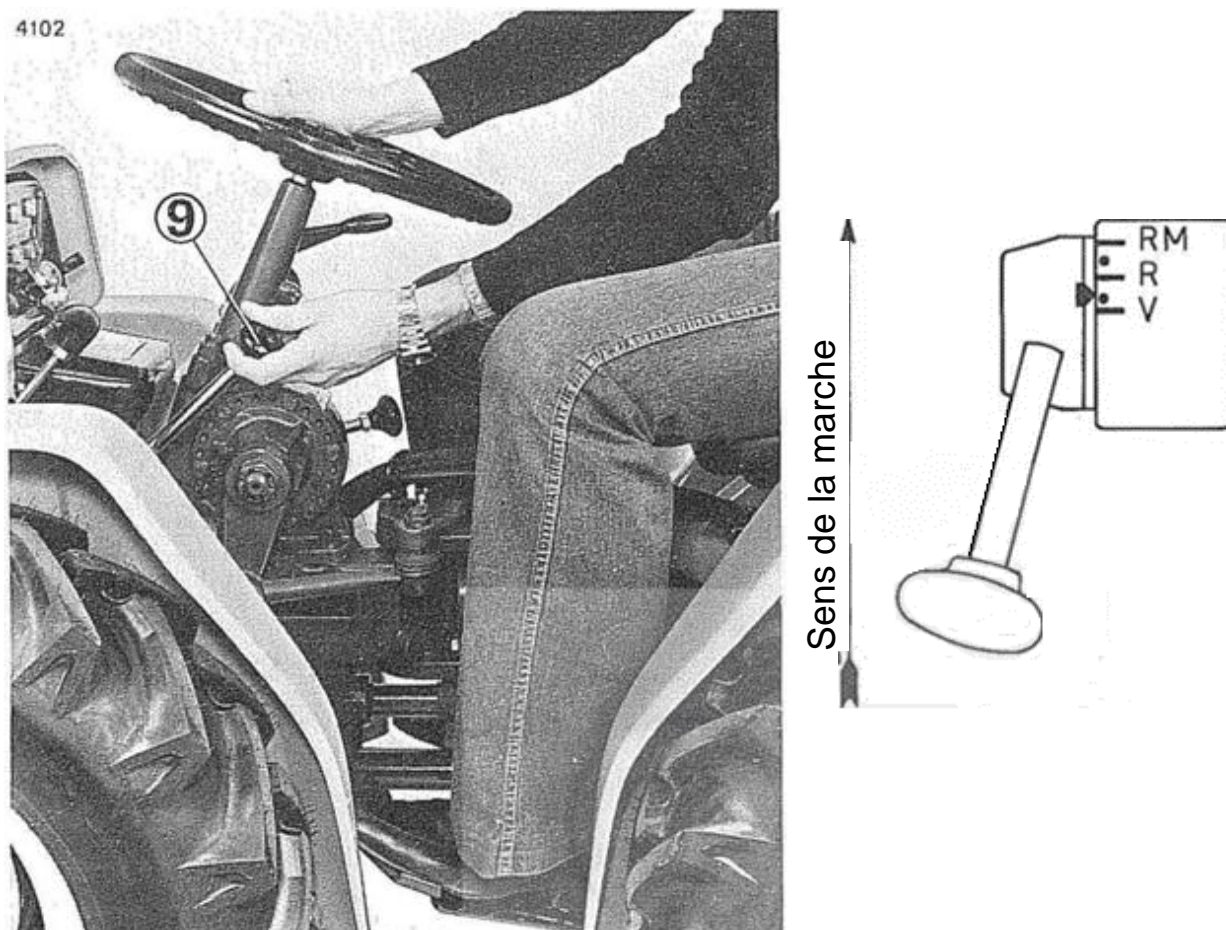
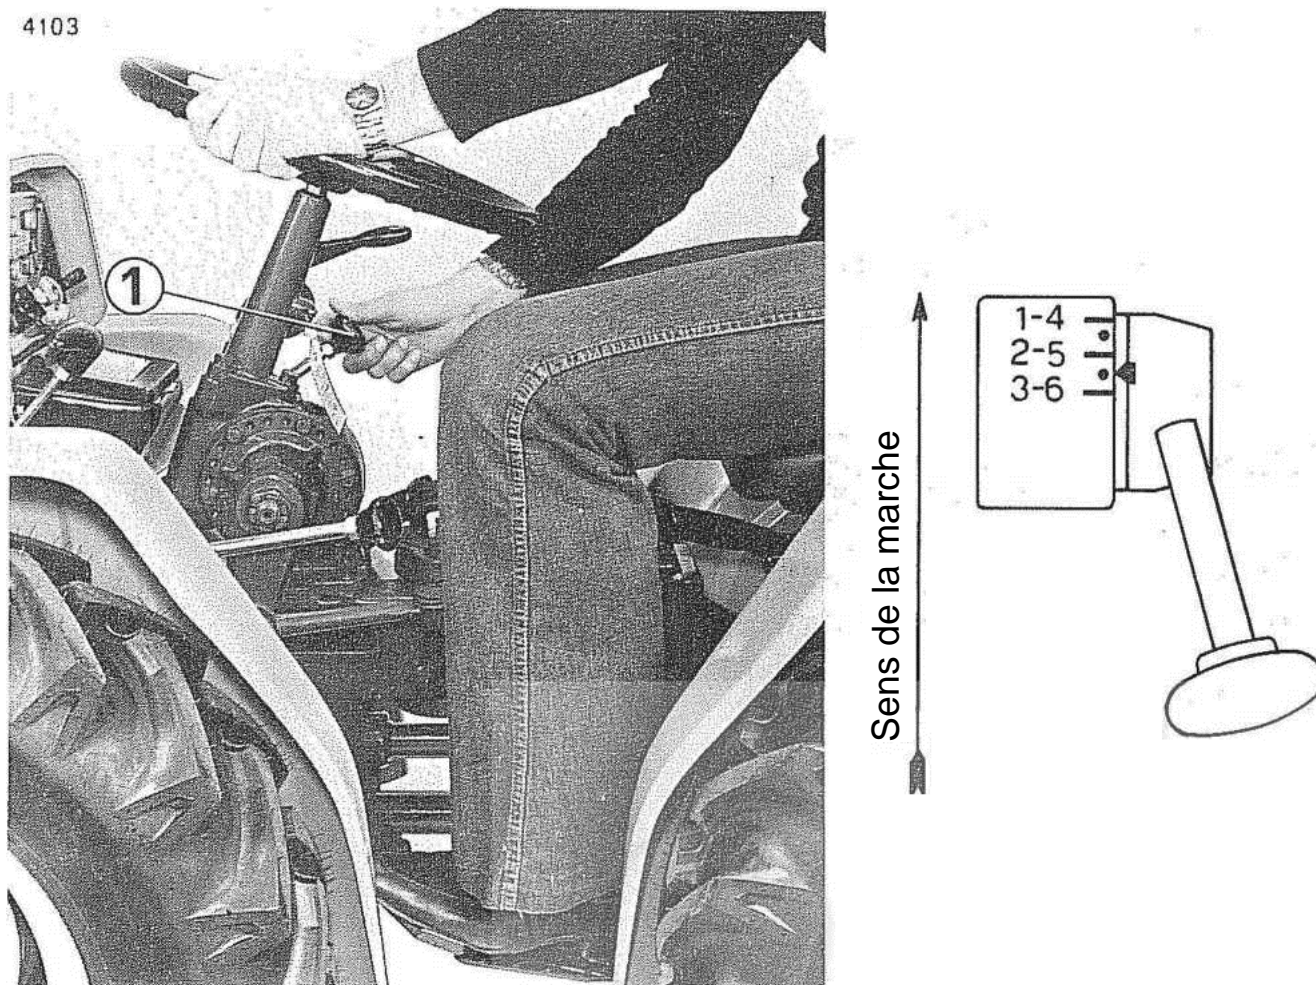

Fig 4 Sélecteur de la gamme de vitesses
Fig 5 Sélecteur de vitesses
Le tracteur 900 est équipé d'une boîte de vitesses à 9 rapports (6 en marche avant et 3 en marche arrière) dont la sélection est obtenue par le levier 9 (fig. 4) et le levier 1 (fig.5).
- Engager le rapport souhaité à l'aide des leviers 9 et 1 (Fig. 4 et 5).